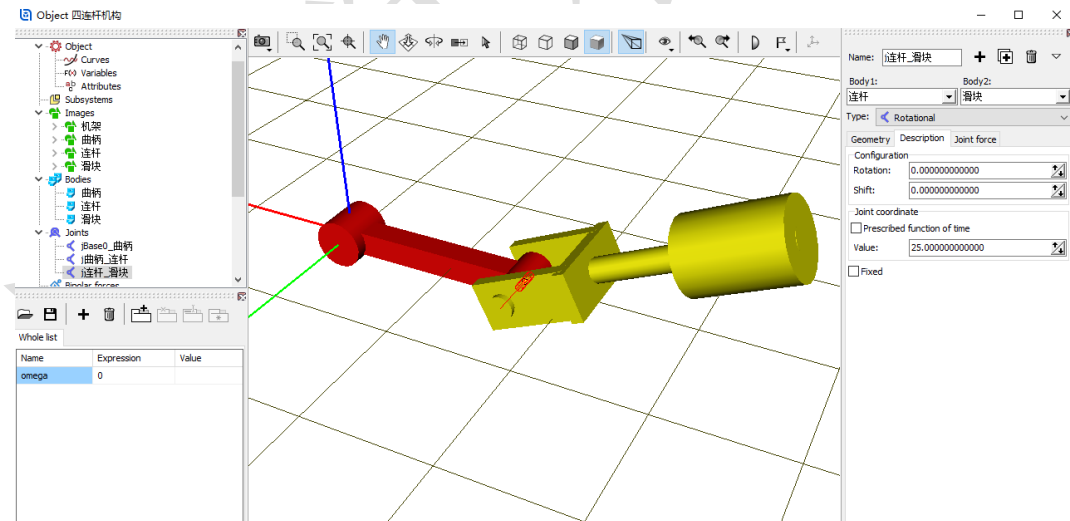

图 2-59
- 15) 切换到 **Description** 页面，将 **Value** 值设为 **25**（度），如图 2-59。表示将滑块相对连杆转动一定角度作为初始状态。注意对于每一个 Joint，在局部视图模式下，显示的都是 Joint 连接的第一个物体的局部坐标系。